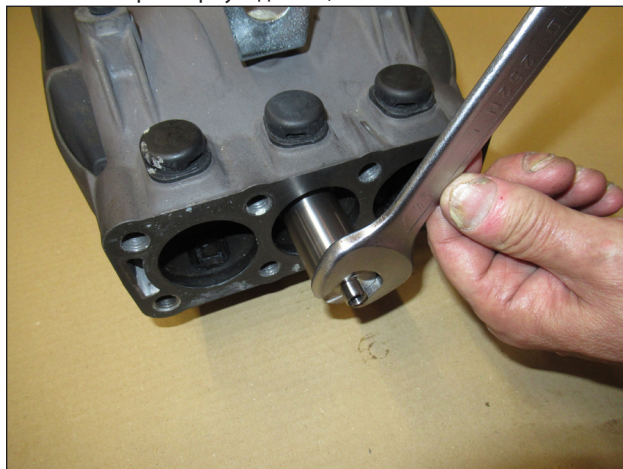

Рис. 48
- а) После демонтажа торца и распорной детали торца, снимите распорную деталь, как показано на Рис. 48.